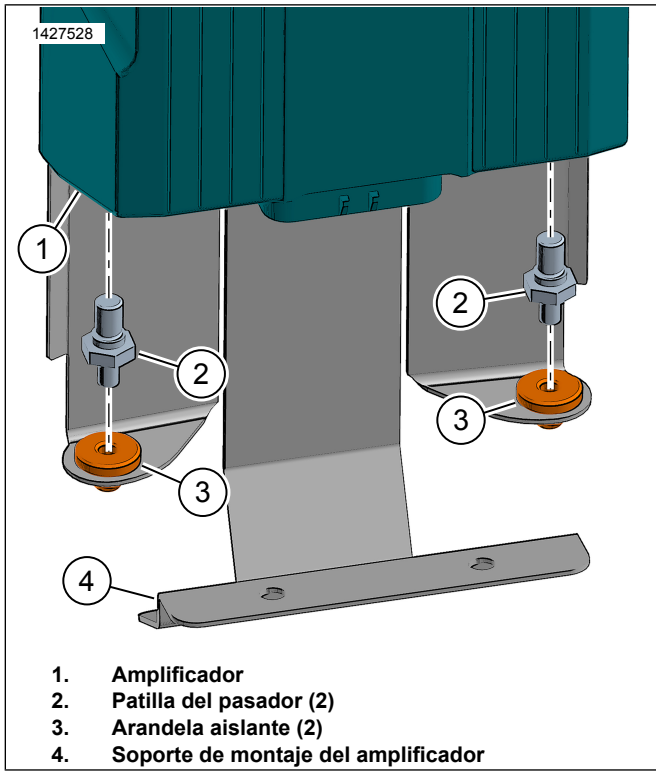

Figura 12. Patilla del pasador del amplificador
4. Figura 12 Instale la arandela (3) en el soporte de montaje del amplificador (4).
5. Instale la clavija (2) en el amplificador (1). Ajuste.